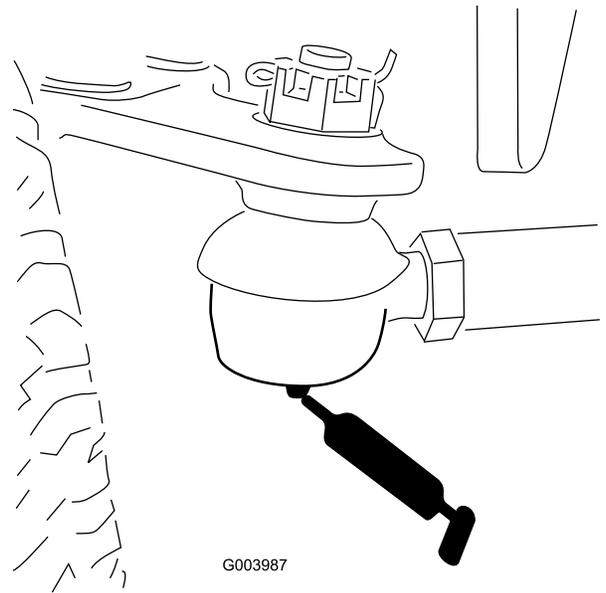

Figura 110
- Tirante del ponte posteriore (2) (Figura 110)